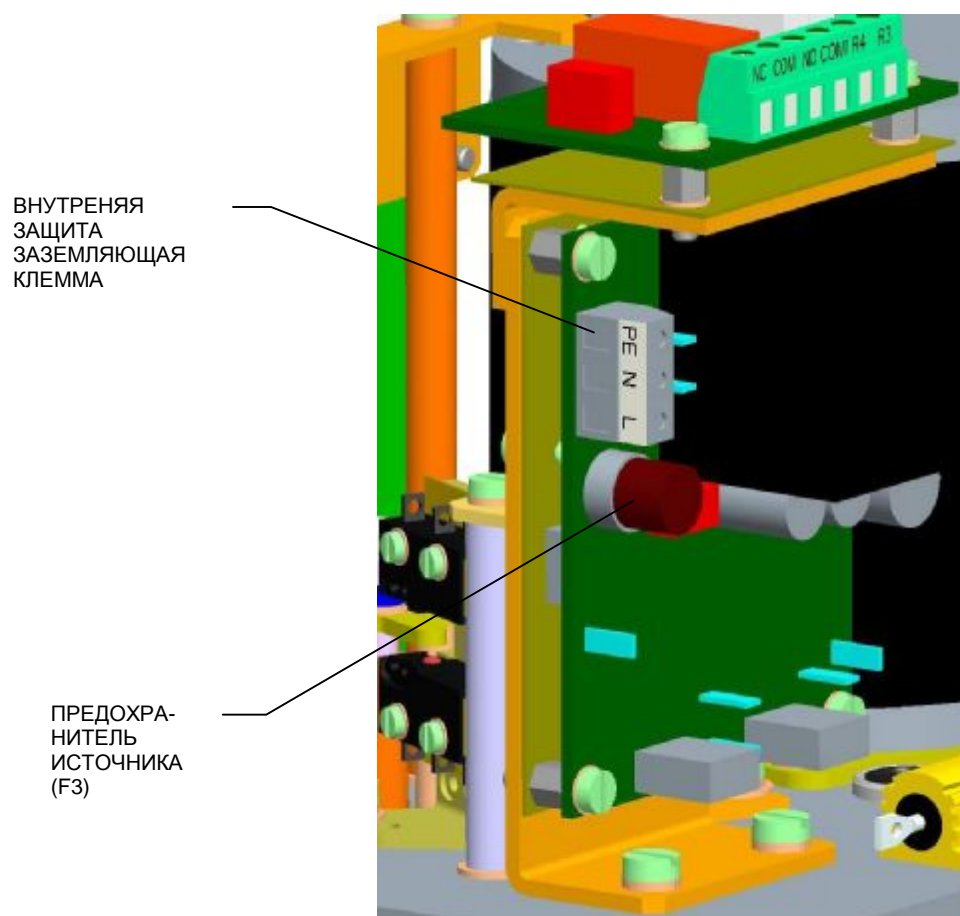

Рис.2
- ради безопасного использования ЭП надо присоединить внешнюю и внутреннюю защитную клемму. Установка внешней и внутренней защитной клеммы (**Рис.2 и Рис. 2а**). Для запрессовки провода в внешнюю защитную клемму, надо использовать щипцы для изолированных ушка HP3 (fy CEMBRE).
Доска источника ЭП оснащена предохранителем (F3) питающего источника. Установка предохранителя на доске источника указана на **Рис. 2**.
Рис.2а